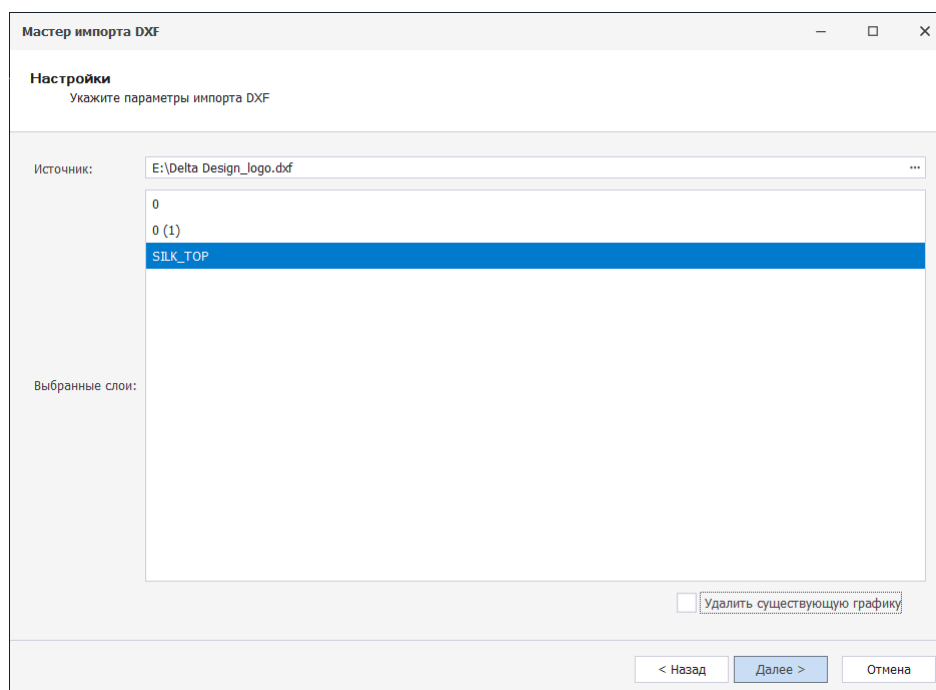

Рис. 46 Выбор слоев для импорта
4. В поле «Слои» представлен список слоев .dxf файла, доступных для импорта. Выберите необходимые и нажмите кнопку «Далее», см. Рис. 46.